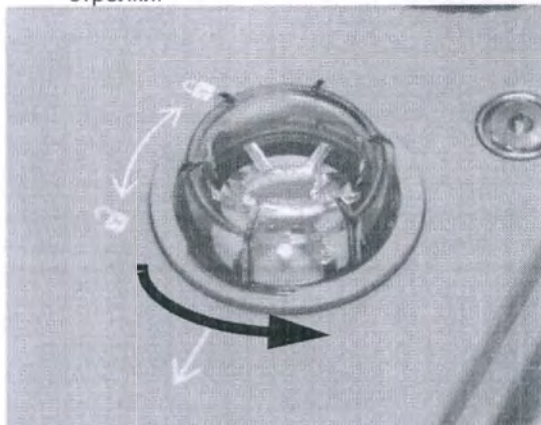

РИСУНОК 7-11 Снятие крышки клапана
1. Снимите крышку клапана, как показано на РИС. 7-11, повернув ее против часовой стрелки.